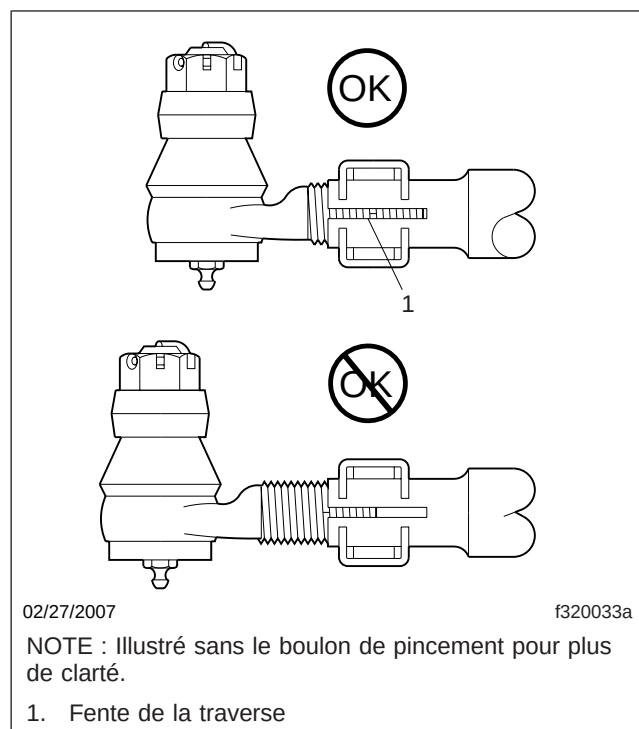

Fig. 2, Ajustement de l'embout de biellette de direction
2. La portion filetée du bloc d'embouts doit être insérée entièrement dans la fente de la traverse pour une fixation adéquate. Voir la figure 2. Si vous n'arrivez pas à le faire, remplacez les composants. Pour les instructions, reportez-vous au **groupe 33** du manuel d'atelier du véhicule (en anglais).